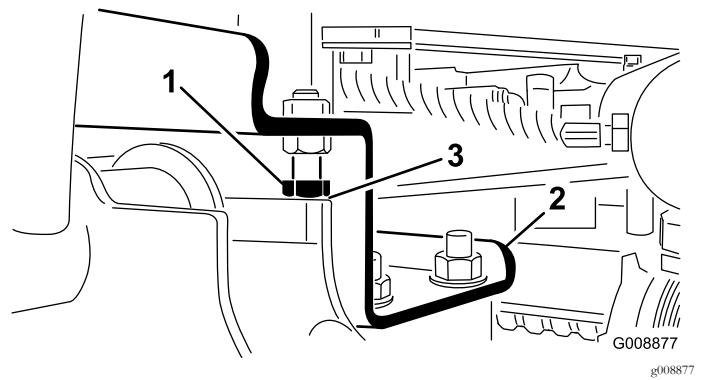

Figure 26
- A. Desserrez les boulons d'arrêt et ajustez le vérin afin d'obtenir l'écartement voulu (Figure 26).
- 2. Vérifiez que l'écartement entre chaque bras de levage et le boulon d'arrêt est de 0,13 à 1,02 mm (Figure 26).